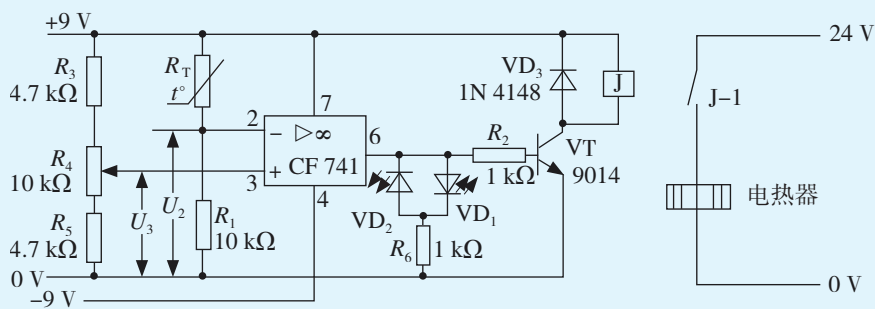

图 5-20 电路图
1. 应用CF741运算放大器，设计电路图如图5-20所示。